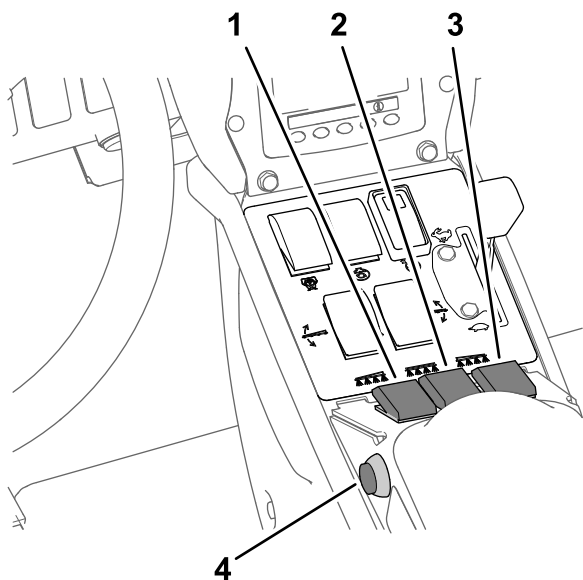

Рисунок 30
7. Установите переключатель (переключатели) секций опрыскивания в положение Вкл. (Рисунок 30).
10. Начните движение на машине с требуемой скоростью, а затем установите главный переключатель секций в положение Вкл., чтобы начать опрыскивание (Рисунок 30).
3. Установите главный переключатель секций в положение Выкл.; см. Рисунок 30 в разделе Опрыскивание в режиме заданной нормы внесения \(страница 39\).
7. Устанавливайте переключатели секций по мере необходимости в положения Вкл.; см. Рисунок 30 в разделе Опрыскивание в режиме заданной нормы внесения \(страница 39\).
9. Начните движение на машине с требуемой скоростью, а затем установите главный переключатель секций в положение Вкл., чтобы начать опрыскивание. Рисунок 30 Опрыскивание в режиме заданной нормы внесения \(страница 39\)